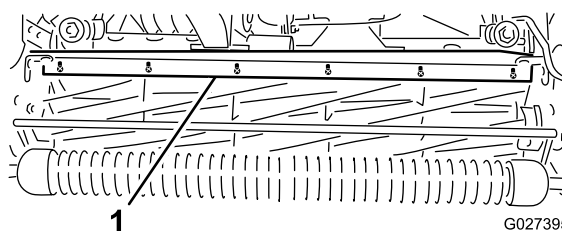

Figura 53
1. Afloje los tornillos que sujetan la barra superior (Figura 53) a la unidad de corte.